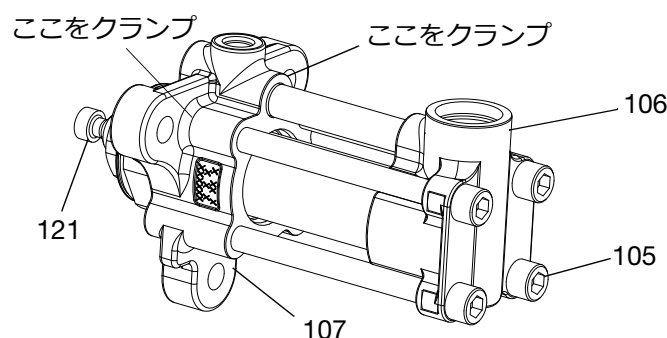

図 11
2. インレットホースとアウトレットホースを取り外し、インレットハウジング (106) とアウトレットハウジング (107) を排水します。クイック潤滑システムが取り付けられている場合は、アウトレットハウジング (107) からホースを取り外します。
3. ベンチバイスを使用して、ポンプをアウトレットハウジング (107) に水平にクランプします。1/2 in. 六角ビットソケットを使用して、インレットハウジング (106) から 4 つのタイボルト (105) をすべて緩めます。
4. 20cc - 40cc ポンプのみの場合：レンチを使用して、ロッドアダプタ (121) を取り外します。図 11 を参照してください。